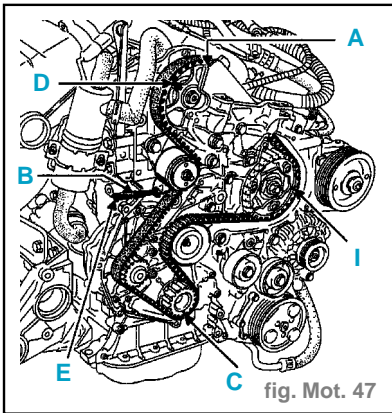

fig. Mot. 47
- Tourner le moteur afin d'amener le repère du pignon de vilebrequin (C) en bas, celui de l'arbre à cames (D) se situe légèrement sur la gauche (46°) (le repère intérieur (A) du pignon d'arbre à cames en face du point fixe du cache culbuteurs), et le repère (I) du pignon de la pompe à injection se trouve en face du repère du carter de pompe à injection. (fig. Mot. 47)
- Détendre la courroie de distribution en dévissant l'écrou (B) et la vis (E).